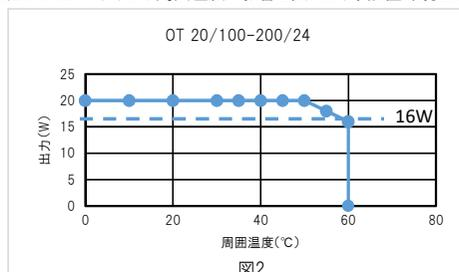

図2
- ・ 本製品の出力電力は図2のグラフに示すよう周囲温度に影響を受けず、設置環境をご確認の上ご使用ください。